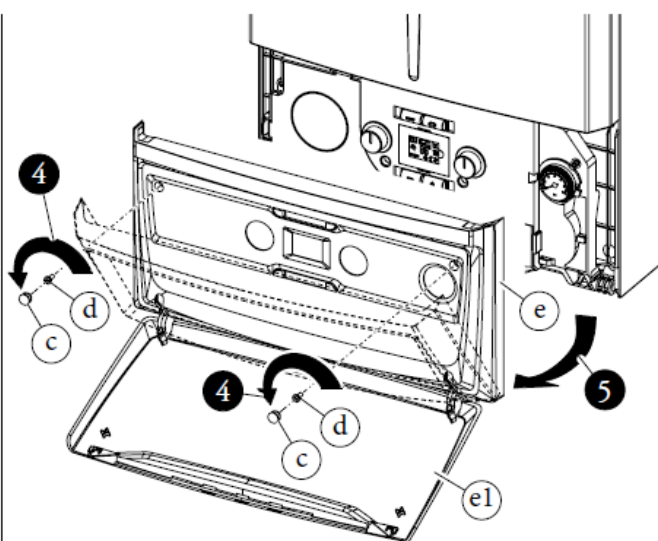

Fig. 3-16b
• Partea frontală (Fig. 3-16b).